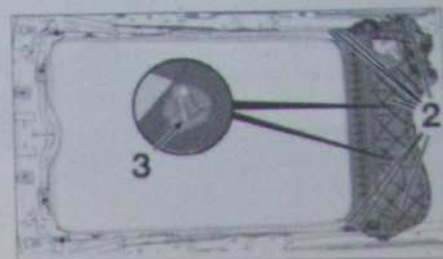

Fig. 132
- Débrancher le connecteur (1) (Fig.132).